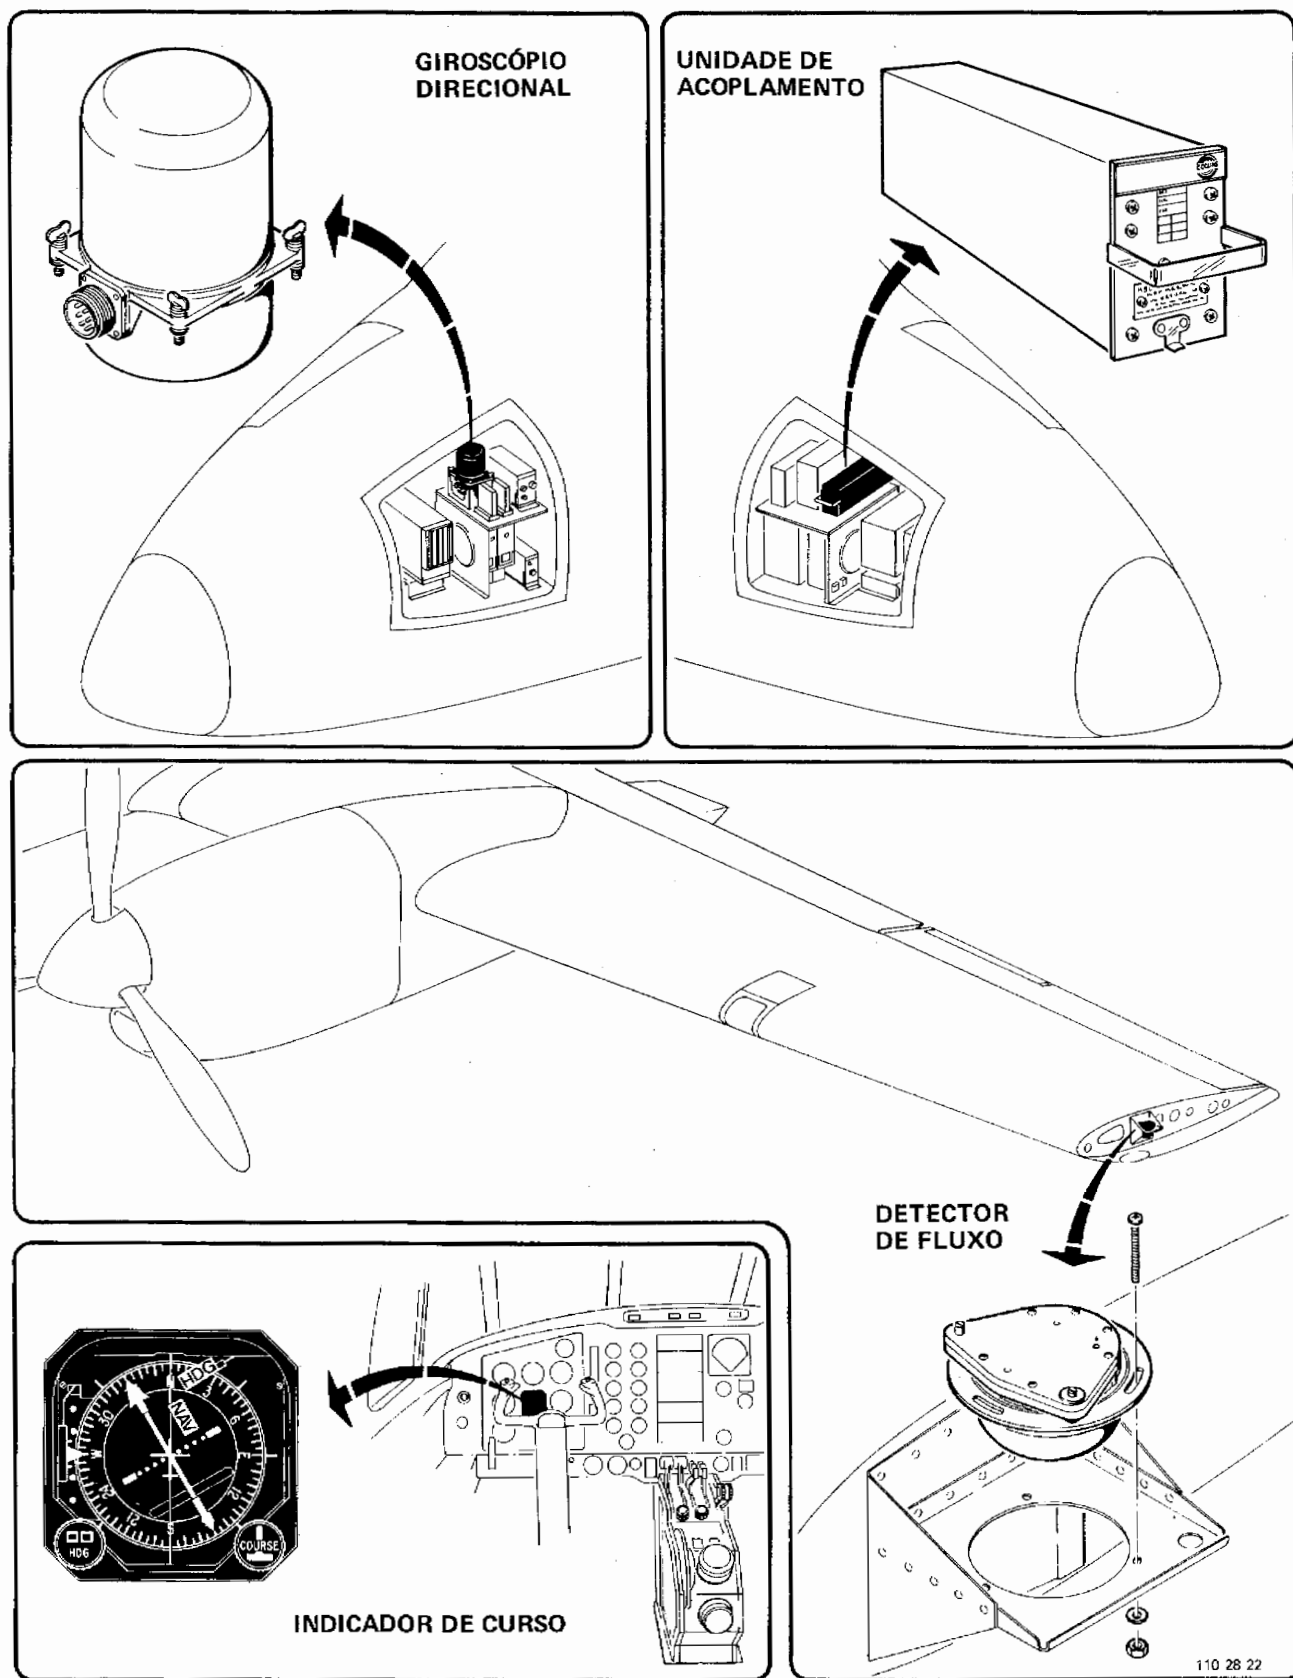

Figura 4-4. Localização dos Componentes do PN-101
**MANUTENÇÃO****4-15. COMPONENTES DO SISTEMA PICTORIAL DE NAVEGAÇÃO PN-101 (figura 4-4)****4-16. REMOÇÃO DOS COMPONENTES DO SISTEMA PICTORIAL DE NAVEGAÇÃO PN-101**